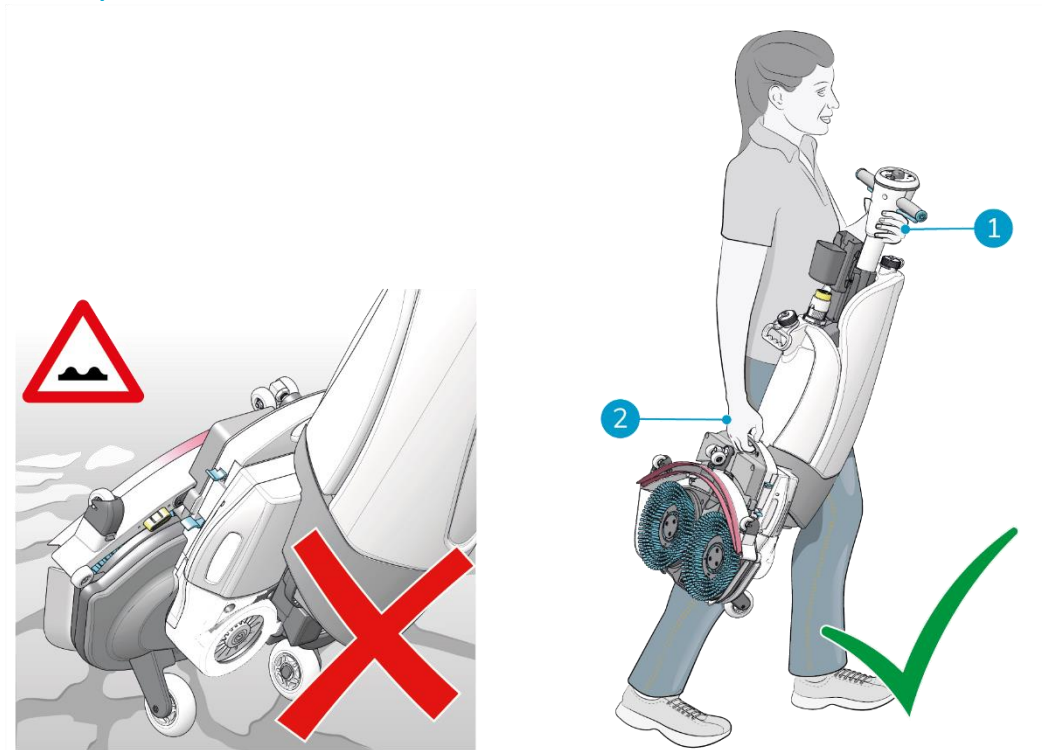

Figura 7
- Transporte la i-mop XXL Pro con una mano (Figura 7 pos. 2) mientras sujeta el mango con la otra mano (Figura 7, pos. 1).